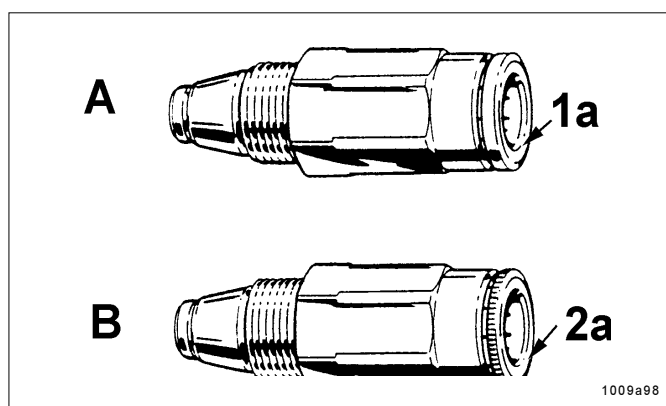

Fig. 39 – Différence entre les clapets anti-retour
- Pour les tuyaux polyamide haute pression ( $\varnothing$  8,6 x 2,3 mm), utiliser le clapet anti-retour A, Fig. 39, avec collet renforcé 1a et embase lisse (n° de réf. 226-14091-4) :
- Pour les tubes polyamide pression ( $\varnothing$  6 x 1,5 mm) utiliser le clapet anti-retour B, Fig. 39, avec collet standard 2a et embase moletée (n° de réf. 226-14091-2)